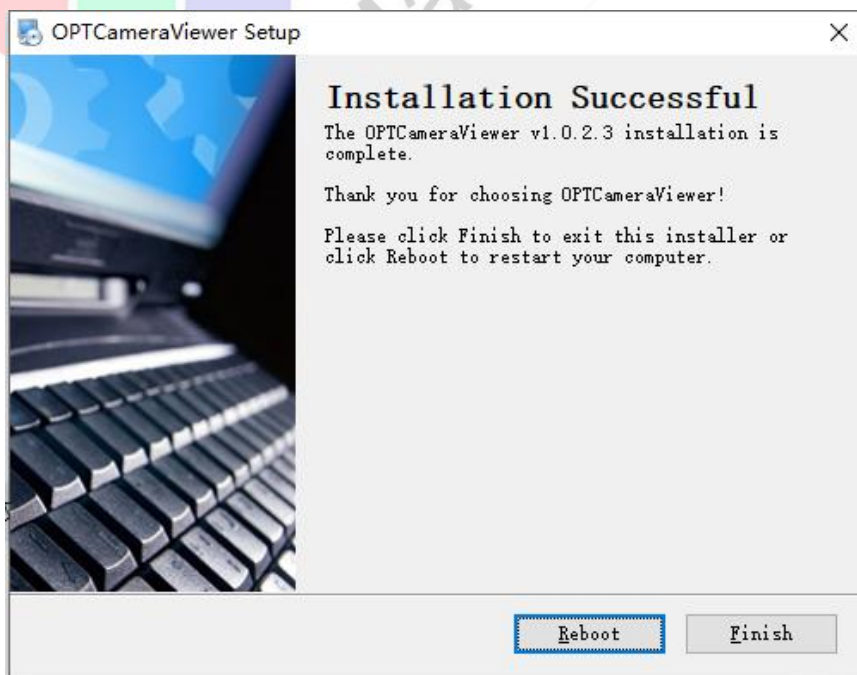

图 3-11 软件安装成功窗口
12. 弹出软件安装成功窗口如图 3-11 所示，软件 OPT Camera Viewer 安装成功，点击完成按钮结束安装流程。